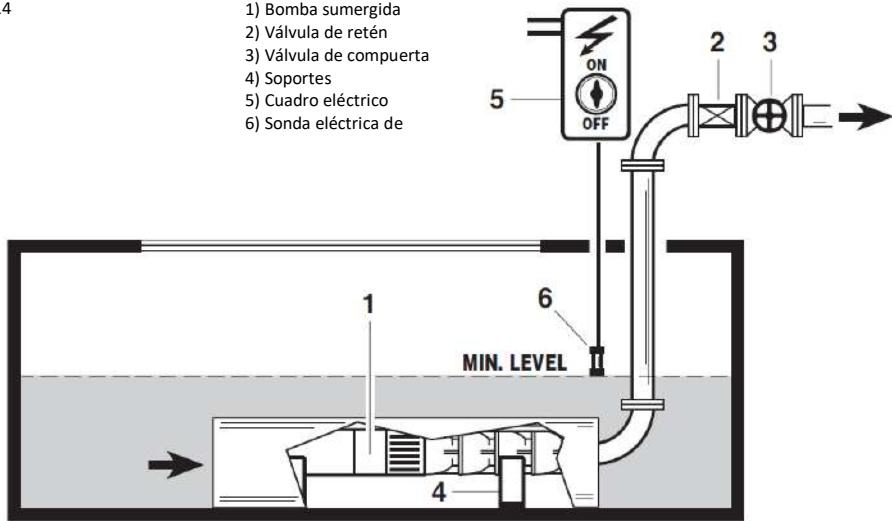

Fig. 14
- 2 - INSTALACIÓN HORIZONTAL EN UNA CUBA** - Fig. 14